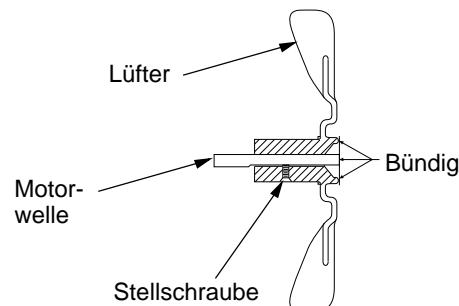

Abbildung 27 - Lüfterquerschnitt
- Den Lüfter wieder auf der Motorwelle anbringen. Die Lüfternabe bündig mit dem Ende der Motorwelle plazieren (siehe Abb. 27).